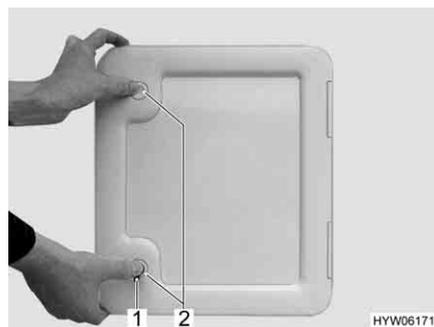

Fig. 29 Trampilla para el inodoro cassette
- Introducir la llave en el cilindro de cierre del cierre a presión (Fig. 29,1) y girarla un cuarto de vuelta.
- Presionar ambos cierres a presión (Fig. 29,2) al mismo tiempo con el pulgar y abrir la trampilla para el inodoro cassette.
- Introducir la llave en el cilindro de cierre (Fig. 29,1) y girarla un cuarto de vuelta.